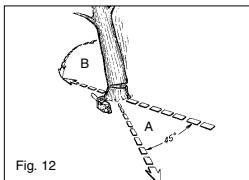

Fig. 12
**ADVERTENCIA:** Al tiempo que el corte de talado se acerca a la articulación, el árbol deberá de empezar a caer. Cuando el árbol empieza a caer, remueva la sierra del corte, apague el motor, ponga la sierra en el suelo, y abandone el área a lo largo del sendero de retirada (Fig. 12).